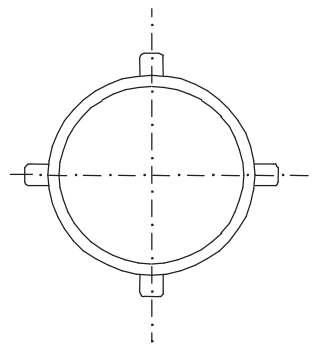

Fig. 4
- 9.3. Controllare che la capsula di misurazione sia adatta all'interfaccia di collegamento prevista: Marcatura = IST. Assicurarsi che si tratti effettivamente di un collegamento coassiale (raccordo tubolare) e di un inserto di misurazione con 4 camme (vedi fig. 4).